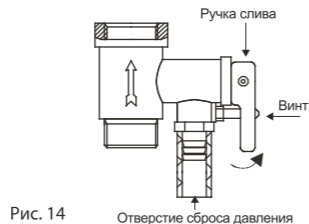

Рис. 14
7. Чтобы правильно слить воду из внутреннего бака, надо воспользоваться сливным отверстием (только для серии FS2/FS4/FS6) (надо открутить заглушку, закрывающую сливное отверстие), также воду можно слить через обратный предохранительный клапан (открутить сливной винт обратного предохранительного клапана и перевести ручку слива в верхнее положение, при этом кран выхода горячей воды должен быть открыт, а кран подачи холодной воды в водонагреватель должен быть перекрыт) (смотри Рис. 14). Никогда не сливайте воду, если ее температура выше 50°C, т.к. это может привести к ожогам.